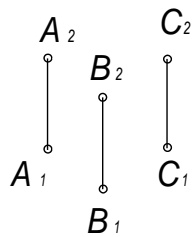

Рис. 1
- 1) тремя точками (на эюре каждая точка определяется минимально двумя своими проекциями (рис. 1));